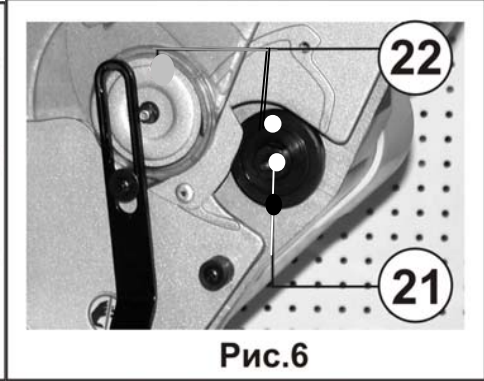

Рис.6
8.3.3. Установите внутренний фланец пильного диска (22) на шпиндель пилы (21) до упора, Рис. 6.